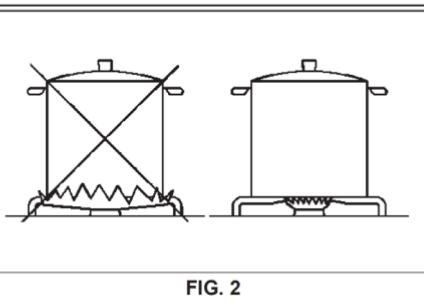

FIG. 2
- Utilizar ollas adecuadas a cada tipo de quemador (véase la tabla siguiente y la fig.2).